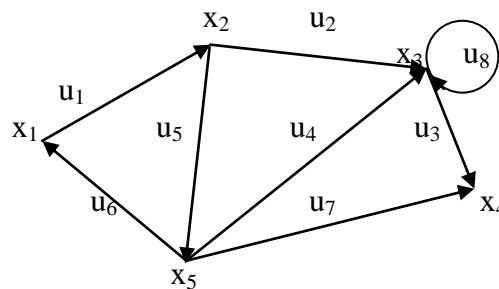

Рисунок 1 – Граф G
**Пример:** Дан ориентированный граф G (рисунок 1). Построить матрицу смежности, инциденции, достижимости графа G.